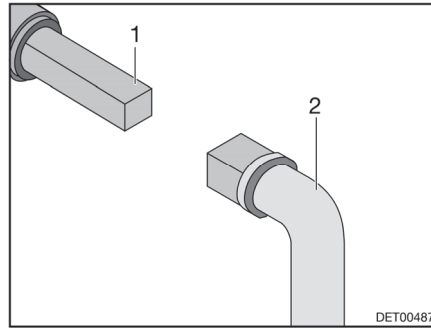

Fig. 77 Utilisation du robinet d'évacuation des eaux usées
- Insérer la clé (Fig. 77,2) sur la vis à quatre pans (Fig. 77,1).